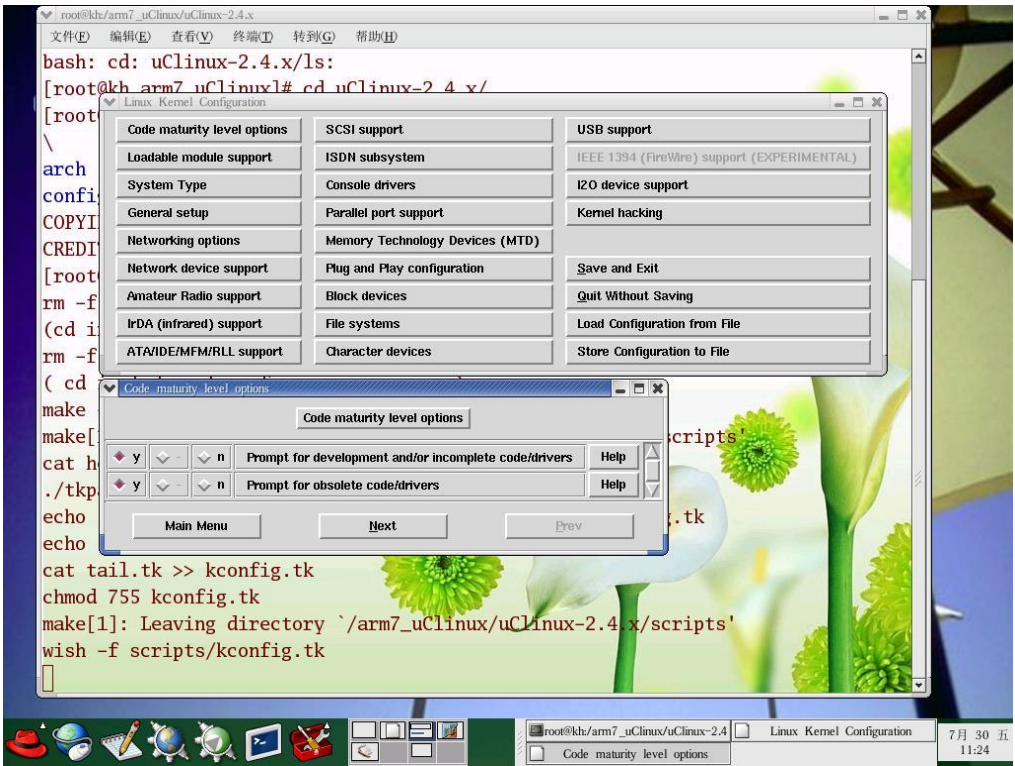
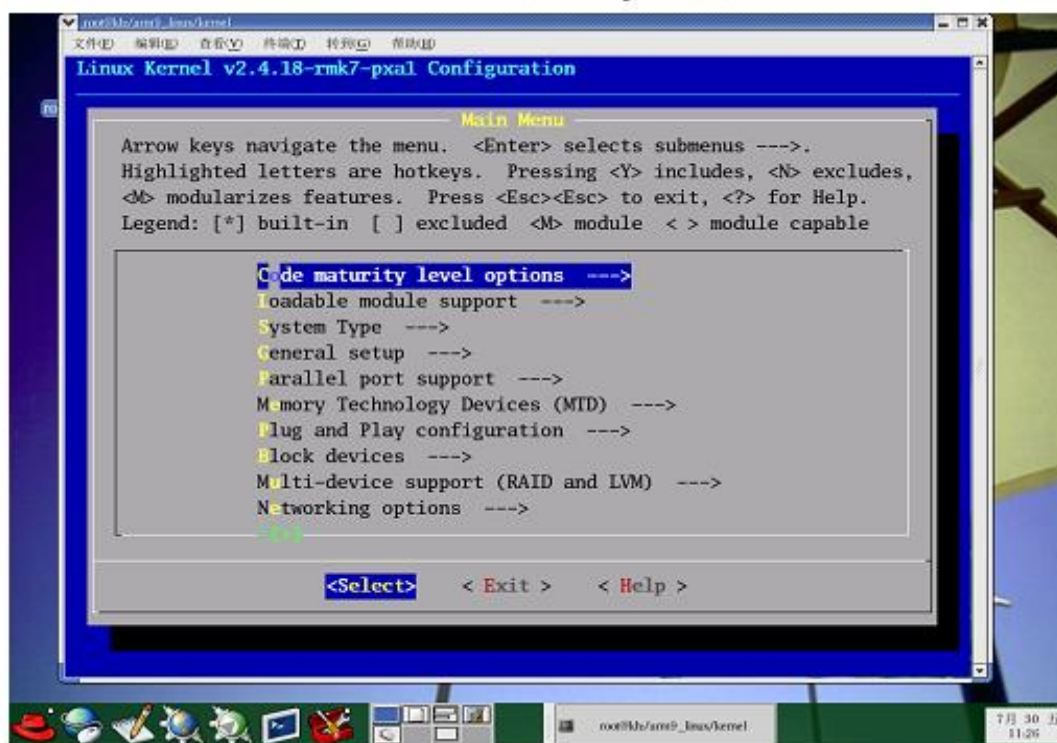
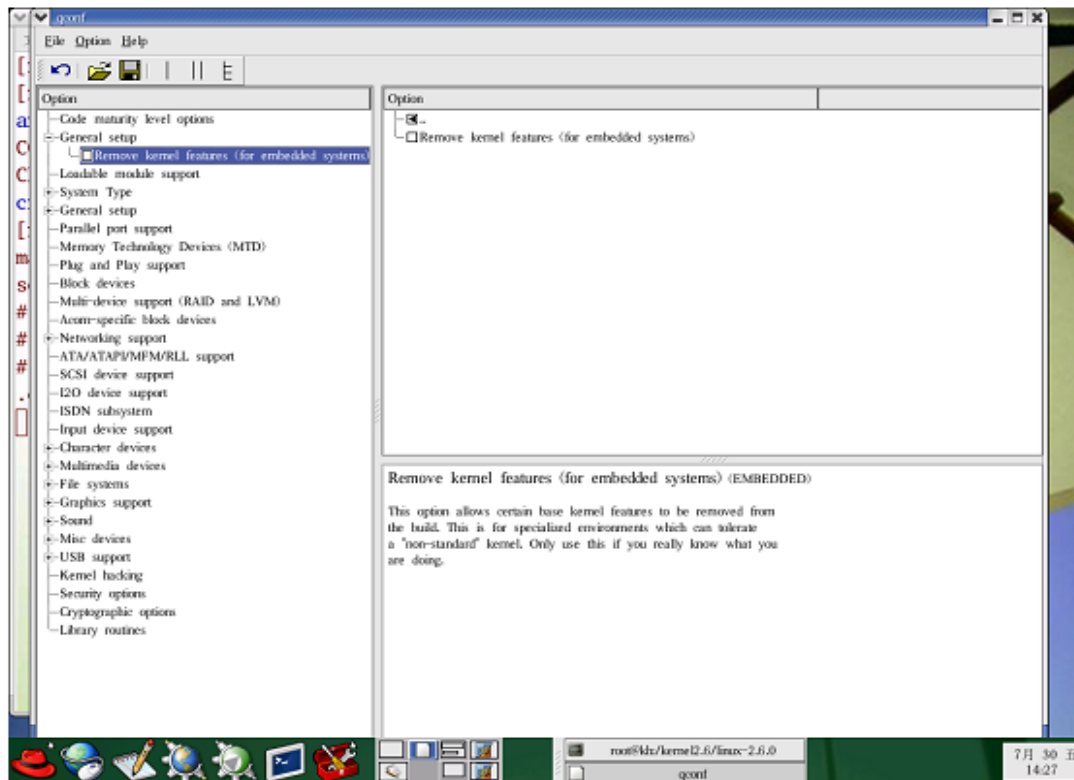

图 4.1.4 2.4.X 版本 xconfig 配置菜单
图 4.1.5 2.4.X 版本 menuconfig 配置菜单
图 4.1.6 2.6.X 版本 xconfig 配置菜单
2.4.X 版本 menuconfig 配置菜单，2.6.X 版本 xconfig 配置菜单分别如下图所示：（图 4.1.4、图 4.1.5、图 4.1.6）